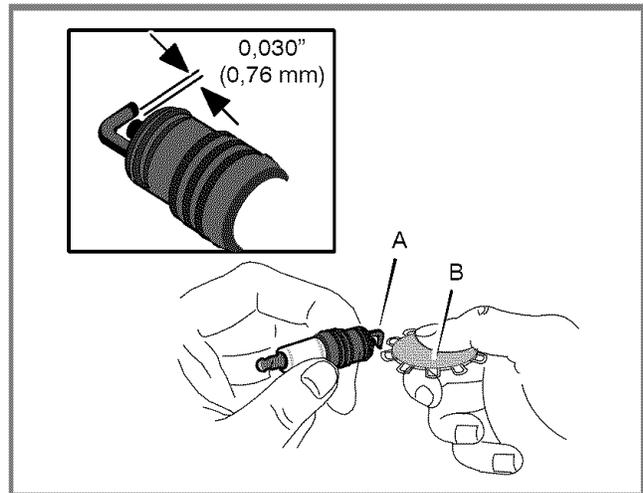

Figura 17: Revise la bujía
Revise la bujía cada 100 horas de operación de la unidad. Reemplace la bujía si al realizar una inspección encuentra que el electrodo (A) está quemado o gastado. Asegúrese de que la bujía esté limpia. Controle el entrehierro de la bujía usando un calibrador (B). Si es necesario, vuelva a establecerlo en 0,030" (0,76 mm). Ver (Figura 17).